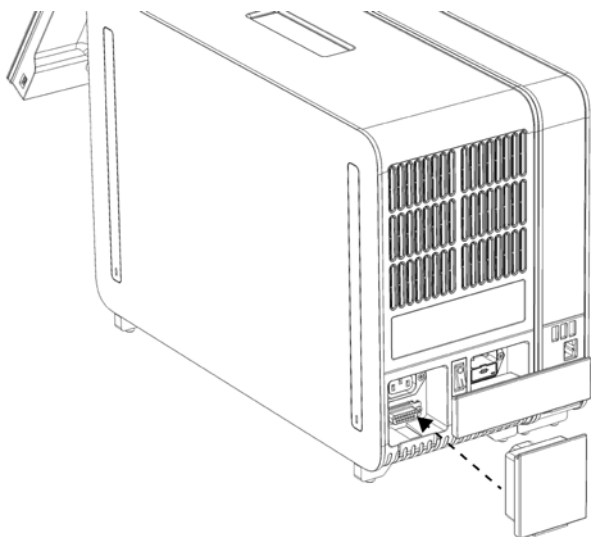

Рис. 9. Подсоединение концевого моста.
6. Подсоедините концевой мост на задней стороне аналитического модуля (рис. 9).